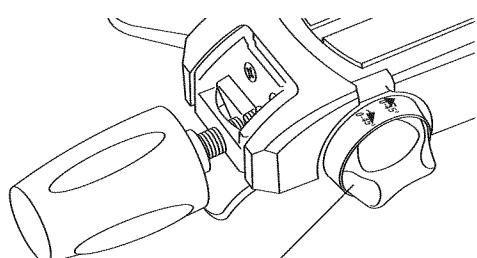

Figura 31.
- Sujete el mango de transporte delantero con la mano izquierda, e incline un poco el cabezal de la sierra hacia la izquierda, mientras gira la perilla selectora de intervalo de biseles, con tensión de resorte, con la mano derecha hasta que la flecha de la mesa quede alineada con el símbolo "45-0°" (Figura 31). Ahora se podrá inclinar el ensamblaje de la sierra un ángulo de bisel derecho hasta el tope de 45°.
- Sujete el mango delantero de transporte con la mano izquierda e incline un poco hacia la izquierda el cabezal de la sierra, mientras gira la perilla selectora de intervalo de biseles, con tensión de resorte, con la mano derecha hasta que la flecha de la mesa quede alineada con el símbolo "47-47°" (Figura 31). Ahora se podrá inclinar el ensamblaje de la sierra en cualquier ángulo, desde 47° a la izquierda hasta 47° a la derecha.